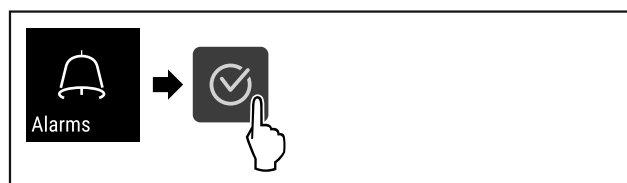

Fig. 105
- ▶ Provedte akční kroky (viz Fig. 105).